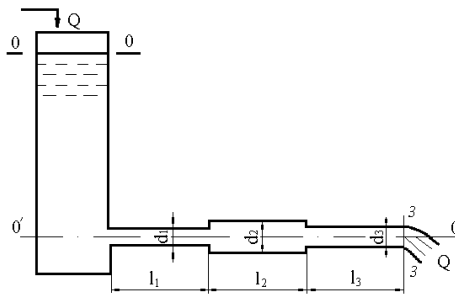

Рис. 1
2. Из открытого резервуара, в котором поддерживается постоянный уровень, по стальному трубопроводу (эквивалентная шероховатость $\Delta = 0,1$ мм), состоящая из труб разного диаметра d и различной длины l ($d_1 = 50$ мм, $l_1 = 5$ м, $d_2 = 100$ мм, $l_2 = 2,5$ м, $d_3 = 75$ мм, $l_3 = 3$ м) вытекает в атмосферу вода, расход которой $Q = 10$ л/с, температура $t = 60^\circ\text{C}$ (рис.1).